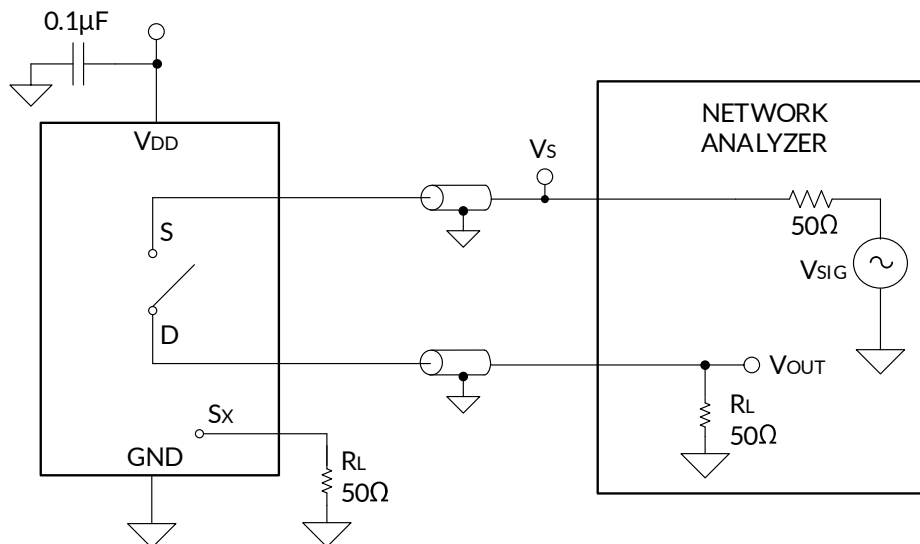

图 18. 关断隔离测量配置
关断隔离度的定义是：当信号施加在关断通道的源极引脚 (S_x) 上时，器件漏极引脚 (D) 处输出信号的衰减比率。图 18 展示了测量所用的实验装置，以及关断隔离度的计算公式。